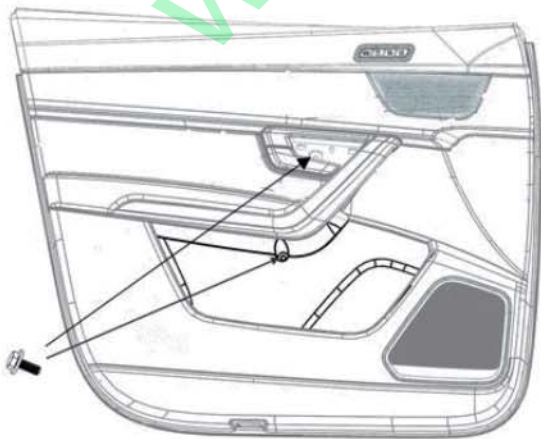

图 8-1-2 左前门螺钉拆卸示意图
(2) 图 8-1-2，用 10 号套筒将图中圆圈处的螺栓拆下（2 个）